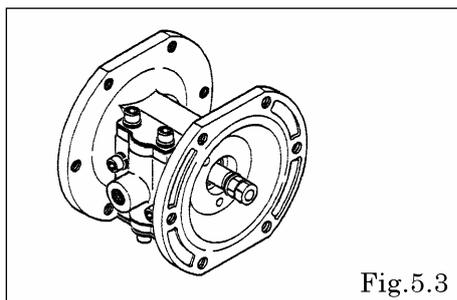

Fig.5.3
- Retire las tuercas del lado opuesto utilizando la tuerca doble. [Fig. 5.3]